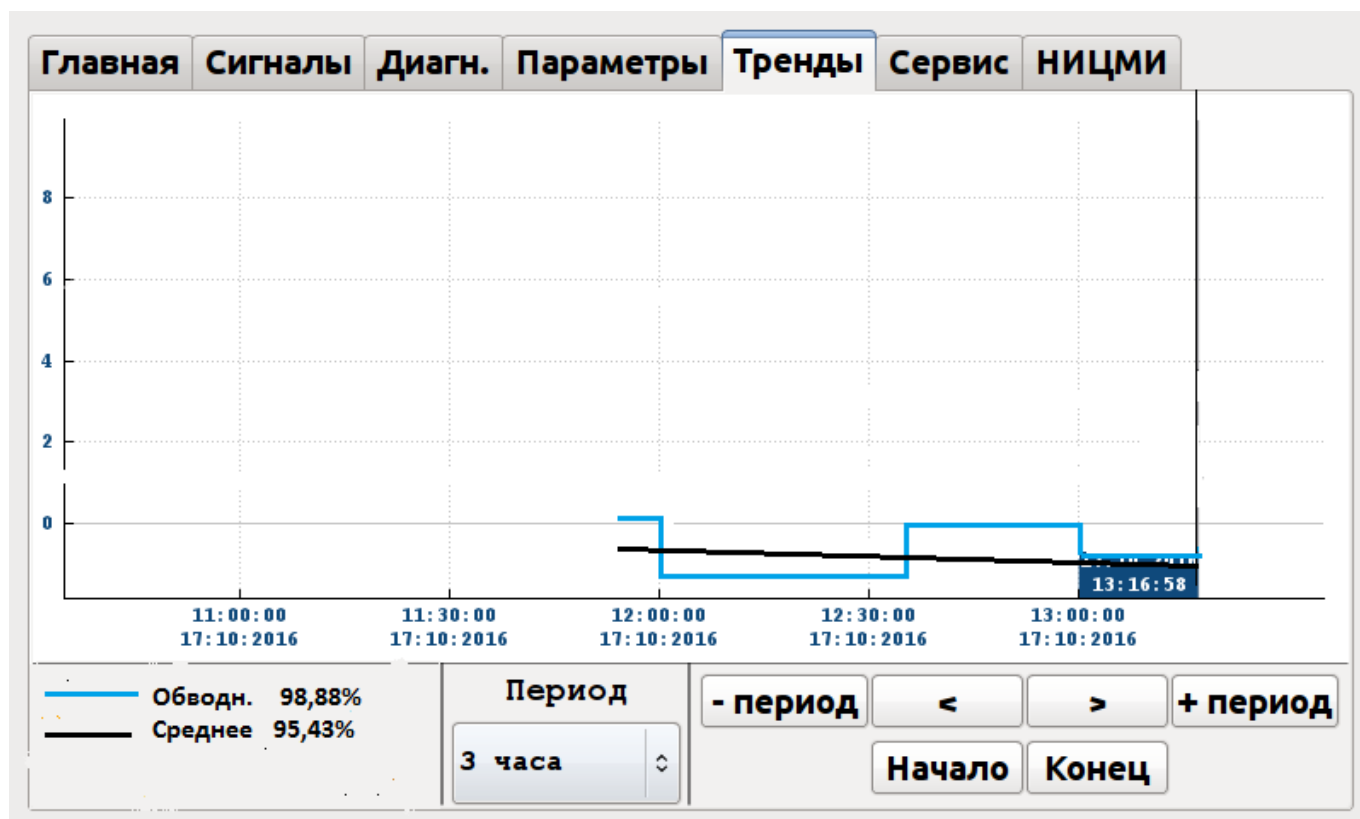

Рис.6
**4.1. Получение временных трендов.** Для получения временных трендов в главном окне графического интерфейса нажмите клавишу «Тренды». Нажатием клавиш “<”, “>” можно перемещать курсор по диаграмме и наблюдать значения влагосодержания (мгновенное и усредненное за 2 часа) и момент времени, когда происходило данное измерение. Для просмотра трендов за предыдущие сутки нажимается клавиша «–период». Можно наблюдать суточные тренды последнего месяца работы системы. Обратное возвращение к текущим суткам осуществляется нажатием клавиши «конец» (рис. 6).